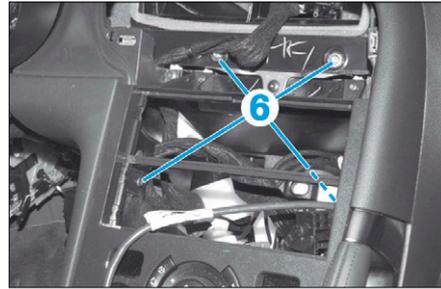

FIG. 30
• Déposer les vis (6) (Fig.30).